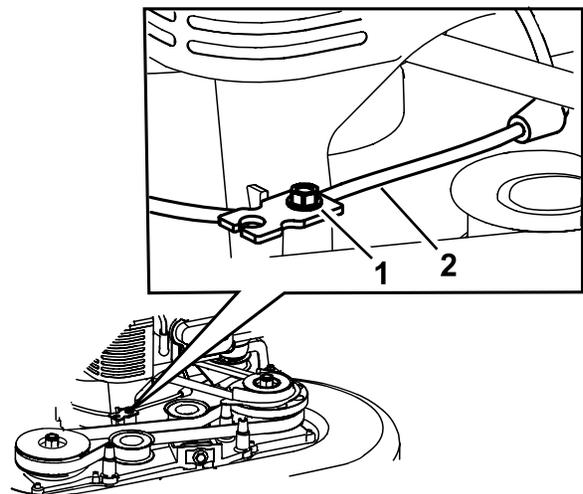

Рисунок 45
5. Ослабьте винт зажима троса (Рисунок 45).